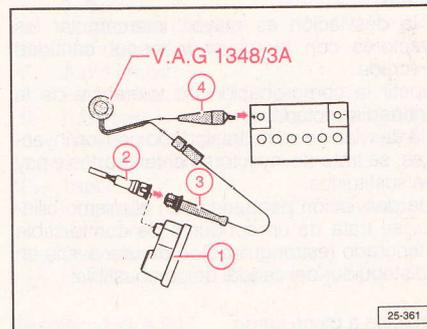

Fig. 4.84
Conectar el mando a distancia V.A.G 1348/3A como se indica a continuación (Fig. 4.84):
Desconectar el enchufe (2) del regulador de calentamiento del motor (1) y conectarlo con el enchufe (3) del mando a distancia (Fig. 4.84).
Conectar el borne de derivación (4) a la batería (+) (Fig. 4.84).